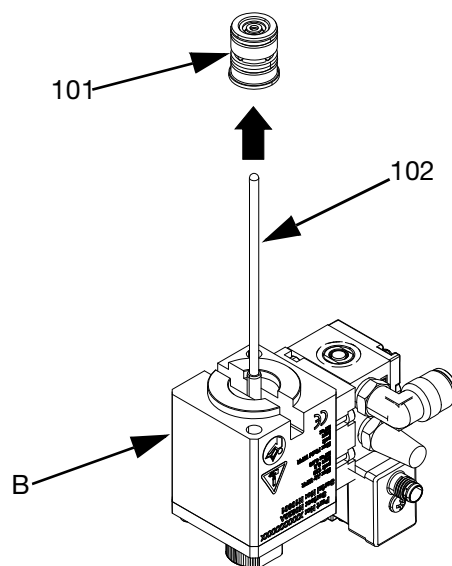

FIG. 13
1. Rimuovere il kit guarnizione (201) estraendolo dall'albero del gruppo biella (102).
2. Ispezionare l'ugello del gruppo biella (102) per individuare eventuali scanalature o vaiolature. Se usurato, sostituire il gruppo biella. Vedere FIG. 13 a pagina 21.